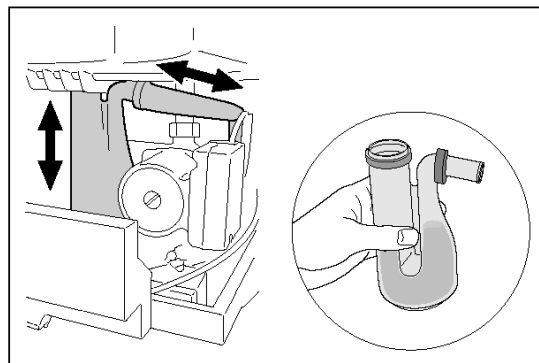

fig. 8 Vattenlås fylls med vatten
- Vattenlåset som har gummitätning dras ner från upphängningen och dras ur avloppet (fig.8).